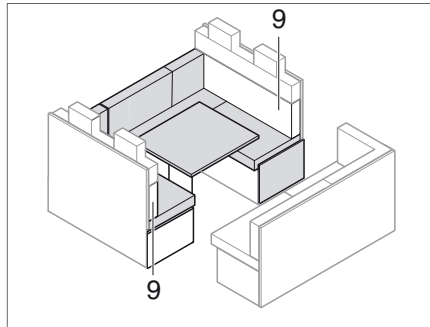

Bild 202 Före ombyggnaden
- Ta bort ryggdynan (Bild 202,9) och lägg den åt sidan.